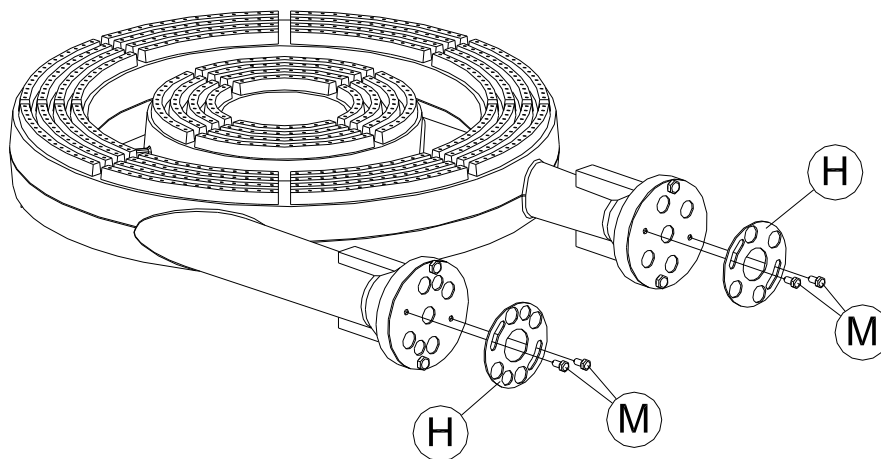

Fig. 2
*** Control de aire primario. (Fig. 2)**